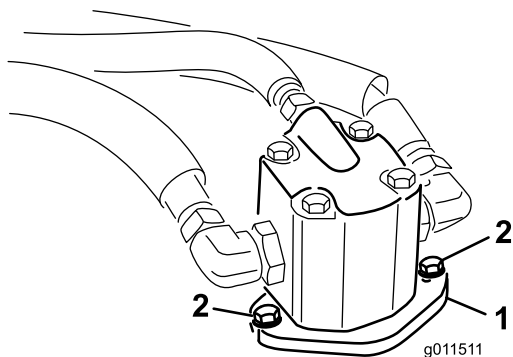

Рисунок 97
4. Снимите болты крепления гидромотора к режущему блоку (Рисунок 97). Поднимите гидромотор с режущего блока и уложите его на верх режущего блока.